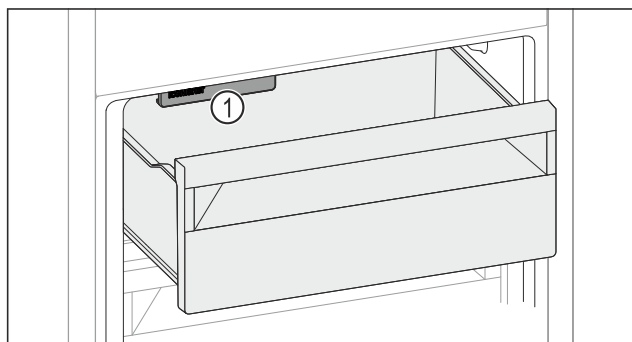

Fig. 155
- ▶ Võtke arvesse IceMaker Fig. 155 (1)it.